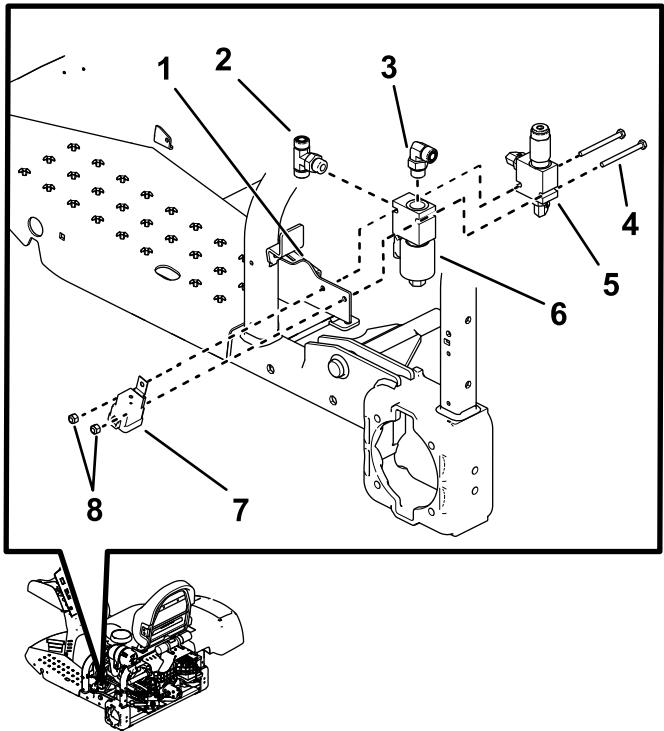

图 12
1. 按图中所示的角度安装接头。安装三通接头到新阀门侧面参阅 图 12。
2. 将小 90 度弯头安装到新阀门的顶部 图 12。
3. 从阀门支架上卸下现有阀门 图 12。
5. 用 2 个螺栓 1/4 x 3 英寸和 2 个螺母 1/4 英寸将阀门安装到阀门支架请参阅 图 12。